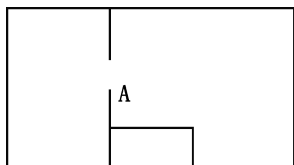
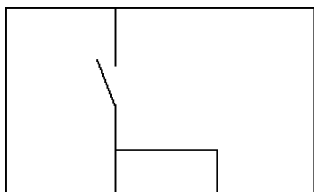

图 15-23 修剪直线
图 15-24 绘制倾斜直线
(3) 单击“默认”选项卡“修改”面板中的“修剪”按钮和“删除”按钮, 修剪图中的水平直线和竖直线, 并删除掉其中多余的直线, 得到如图 15-23 所示的结果。
(4) 单击“默认”选项卡“绘图”面板中的“直线”按钮, 在对象捕捉和极轴追踪绘图方式下, 捕捉如图 15-23 中所示的 A 点为起点, 绘制一条与水平方向夹角为 115° 、长度为 7 的倾斜直线, 如图 15-24 所示, 完成中间继电器的绘制。